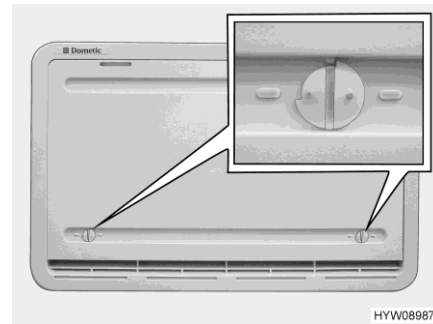

Fig. 196 Copertura invernale (griglia di aerazione del frigorifero)
Le coperture invernali (Fig. 196) proteggono il gruppo frigorifero dall'aria fredda. Posizionare le coperture invernali davanti a entrambe le griglie di aerazione del frigorifero quando la temperatura esterna scende al di sotto di +10 °C (sia per funzionamento elettrico che a gas).
- Aprire entrambi i bloccaggi (Fig. 196), la scanalatura risulterà orizzontale.